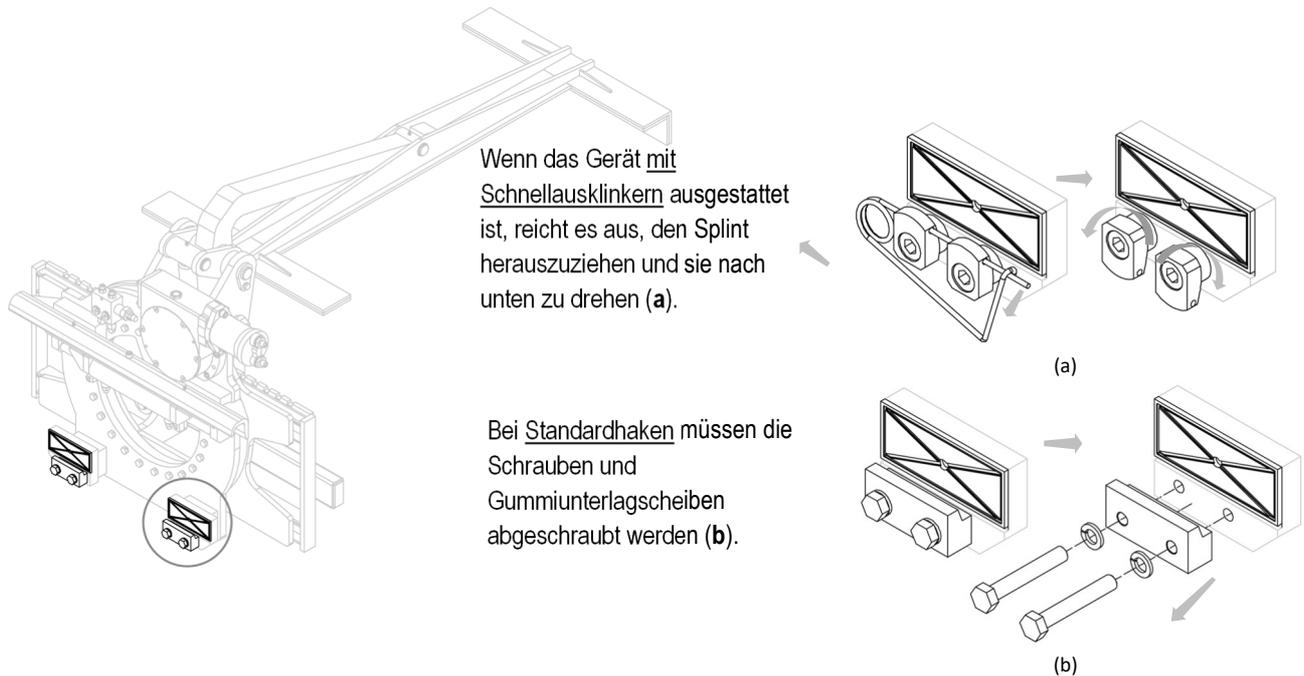

Abbildung 7
5. Entfernen Sie die unteren Haken aus dem Gerät und schmieren Sie die Gleitstangen (siehe *Abbildung 7*).
2. Entfernen Sie die unteren Haken von der Struktur (siehe *Abbildung 2 und Abbildung 7* auf S.10 und 15).